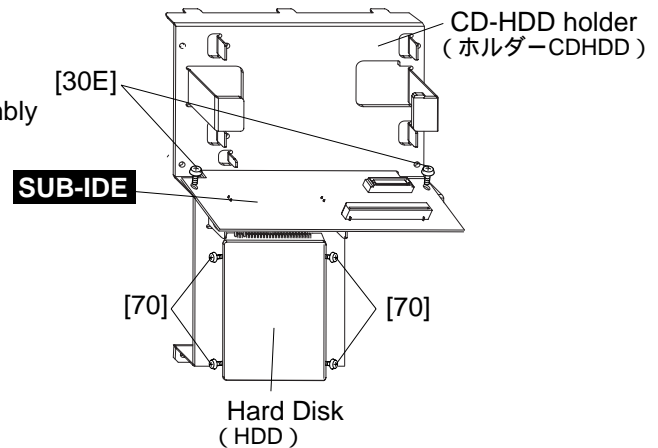

Fig.3-1(図3-1)
- 3-3 Remove the two (2) screws marked [30E] and four (4) screws marked [70]. The SUB-IDE circuit board and the HDD can then be removed from the CD-HDD holder. (Fig.3-1)
- 3-4 The SUB-IDE circuit board and the HDD can then be divided. (Fig.3-1)
- 3-3 [30E] のネジ 2 本と [70] のネジ 4 本を外して、ホルダー CDHDD から SUB-IDE シートと共に HDD を外します。(図 3-1)
- 3-4 SUB-IDE シートと HDD を分割します。(図 3-1)